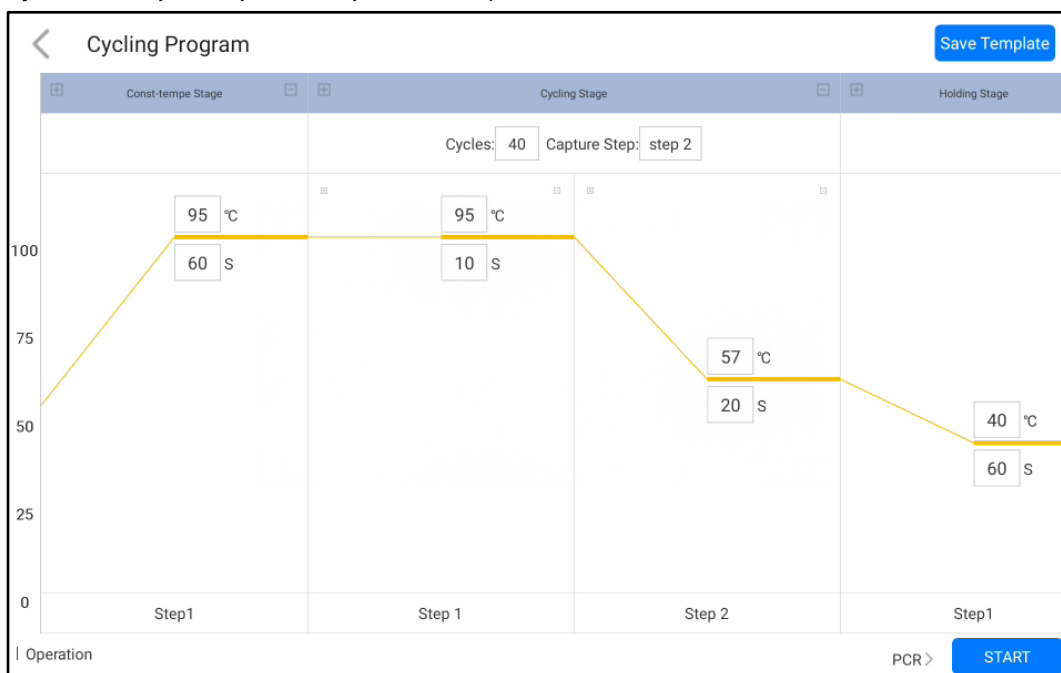

Figure 4-2-2 Paramètre d'expérience 2
- 1) Dans l'interface Test, cliquez sur <Nouvelle expérience> (Figure 4-2-1), le panneau de droite est le Paramètre d'expérience 1, dans le Paramètre d'expérience 1 (Figure 4-2-2), saisissez le nom de l'expérience, sélectionnez le canal correspondant, choisissez la position des puits et saisissez les informations sur l'échantillon, etc., puis cliquez sur "Suivant" pour accéder au Paramètre d'expérience 2.